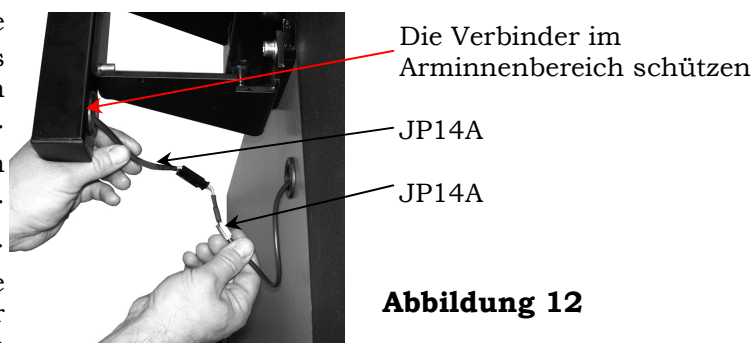

Abbildung 12
- ③ Den Verbinder JP14A des aus der Maschine kommenden Kabels auf den Verbinder JP14A des aus dem Messvorrichtungsarm heraustretenden Kabels anschließen, siehe Abbildung 12. Den verkabelten Teil mit den Verbindern in den Arminnenbereich einfügen. Die Verkabelung mit Kabelschellen befestigen.